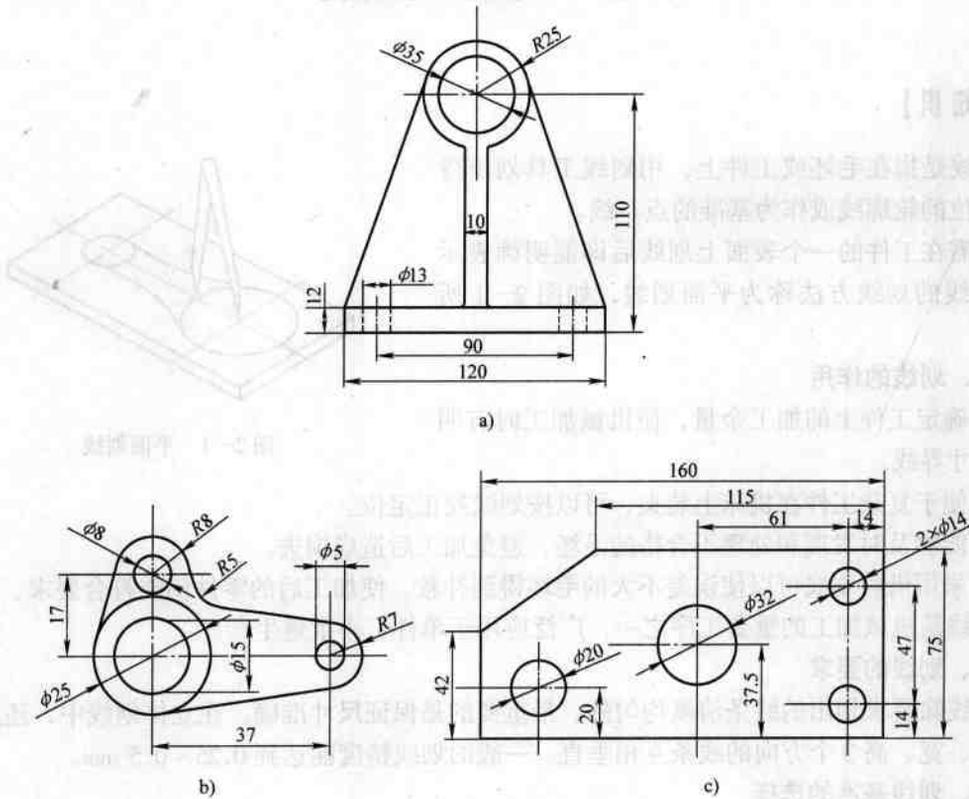

图 2—2 划线基准的类型
- 2) 以两条中心线为基准（见图 2—2b）。
- 3) 以一个平面和一条中心线为基准（见图 2—2c）。